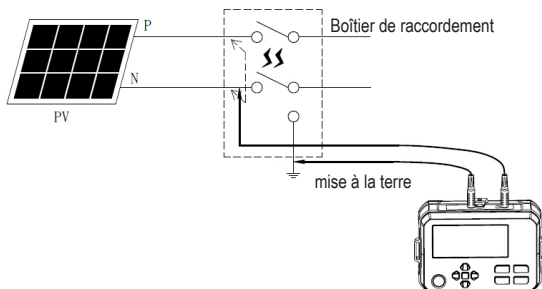

Figure 14.6 Mesure entre P et N en état de court-circuit.
2. Vérifiez que la tension du panneau est ≈ 0 V avant de connecter les cordons de mesure (Figure 14.6).